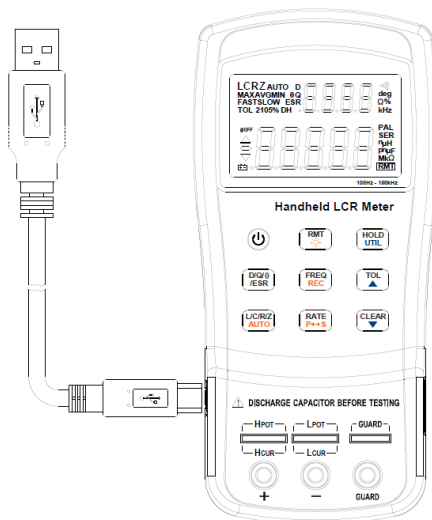

Рисунок 16 - Подключение к ПК
3. Вставьте резистор в испытательные слоты или подключите резистор с помощью соответствующего испытательного аксессуара см. рисунок 16 ниже. На рисунке 14 показаны дополнительные 4-проводные тестовые аксессуары.